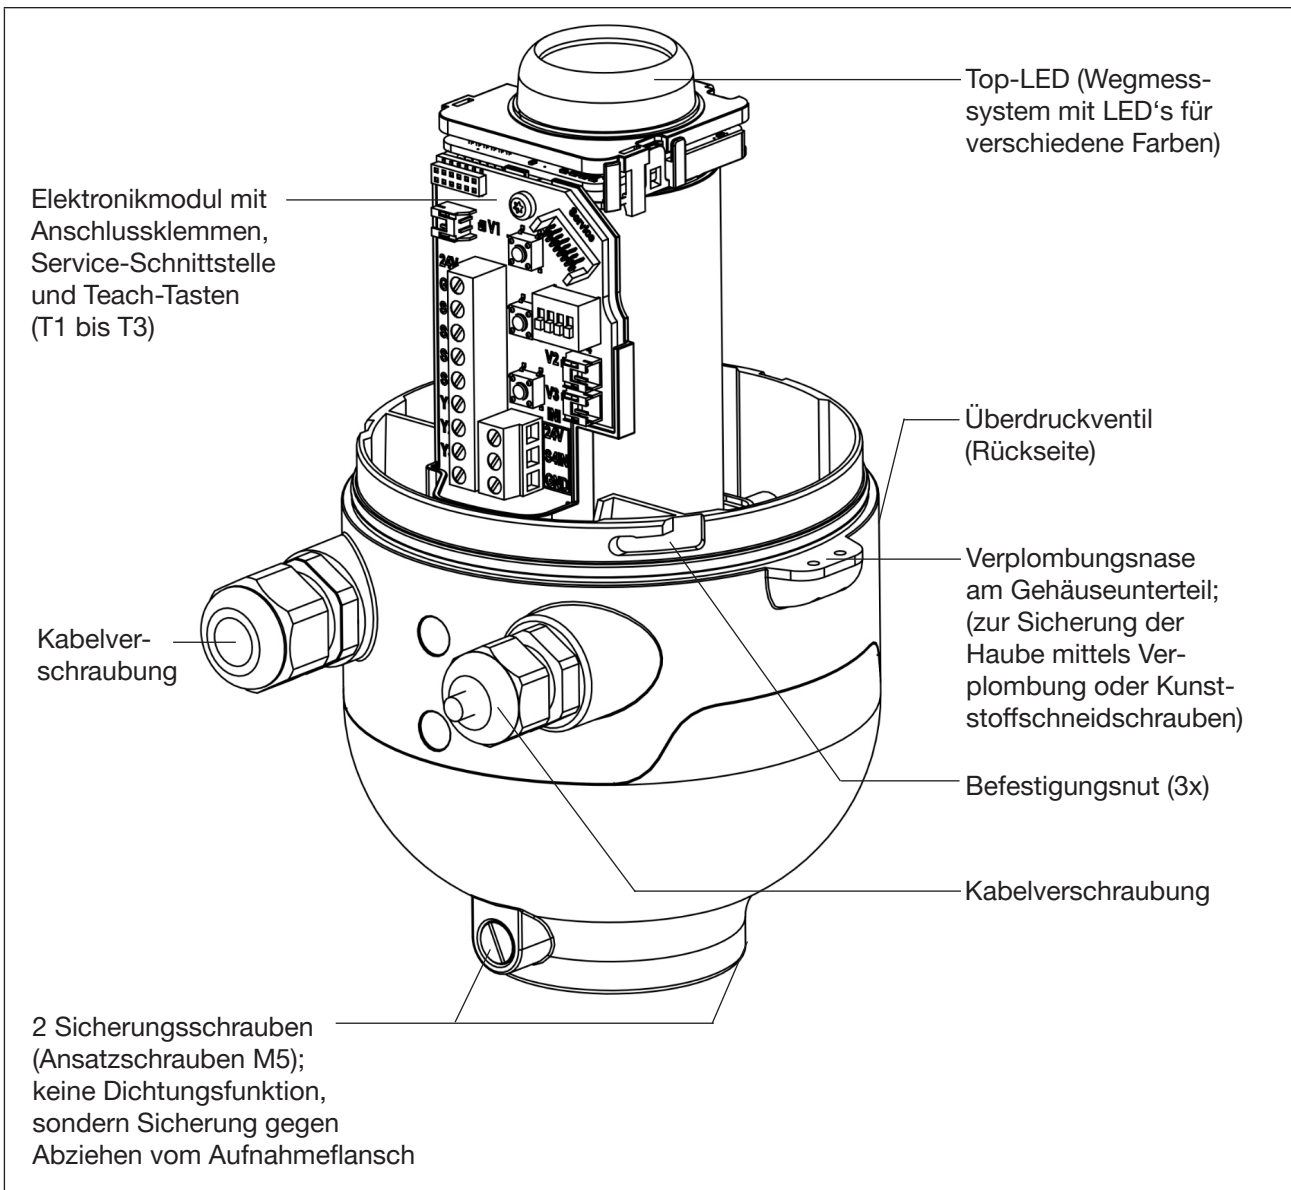

Bild 2: Aufbau eines Rückmelders (IntelliTop 2.0 ohne Magnetventile)
*) Ist eines der Magnetventile nicht vorhanden, ist der Anschluss mit einer Abdeckplatte dicht verschlossen. Steuerkopfversionen ohne Magnetventile (d.h. „Rückmelder“) besitzen keinerlei pneumatische Anschlüsse am Gehäuse, vergleiche „Bild 2“ und Kapitel „5.3.4 Anzahl der Magnetventile“ auf Seite 18.